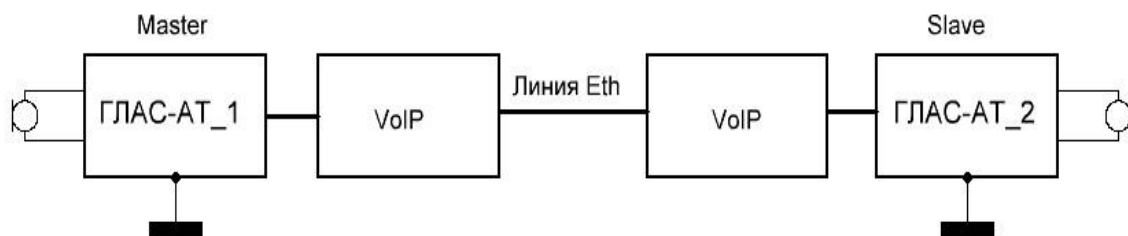

Рис.5. Соединение Точка-Точка режим АТ.
7.4. Соединение Точка–Точка режима АТ (Рис.5)